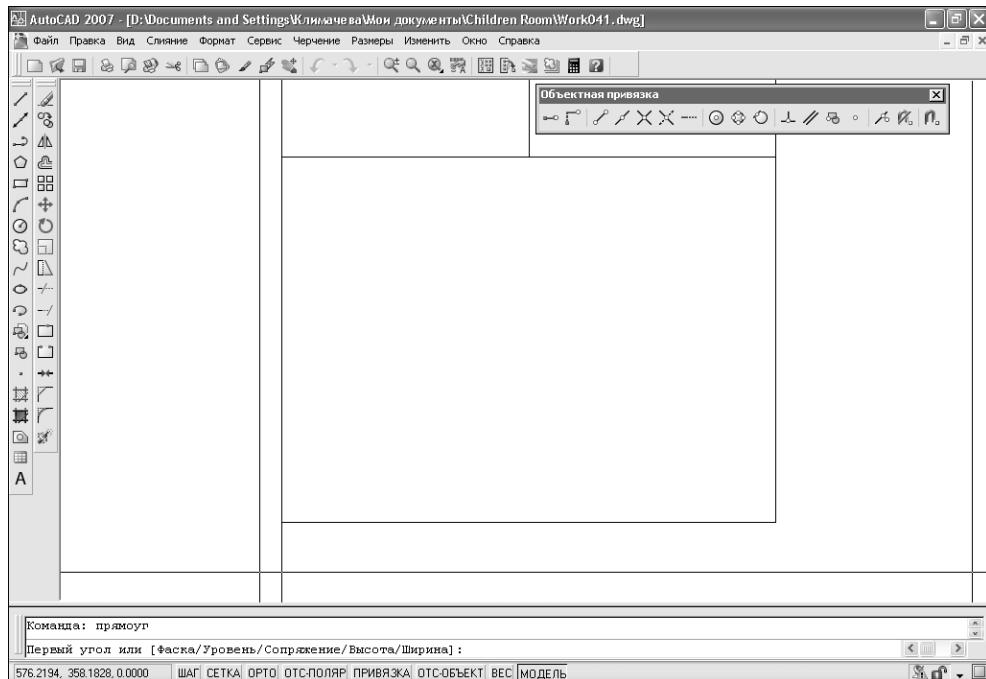

Рис. 4.42 ▼ Панель инструментов **Объектная привязка** (Object Snap) в окне AutoCAD
7. Щелкните правой кнопкой мыши на любой панели инструментов, найдите в открывшемся списке панелей пункт **Объектная привязка** (Object Snap) и щелкните на нем. На экране появится плавающая панель **Объектная привязка** (Object Snap) с кнопками инструментов, которые предназначены для включения режимов объектной привязки (рис. 4.42). Панель после появления ее на экране будет плавающей. Можете переместить ее в свободное место рабочей области (например, как показано на рис. 4.42), или пристыковать ее рядом с другими панелями инструментов (например, правее панели **Standard**).